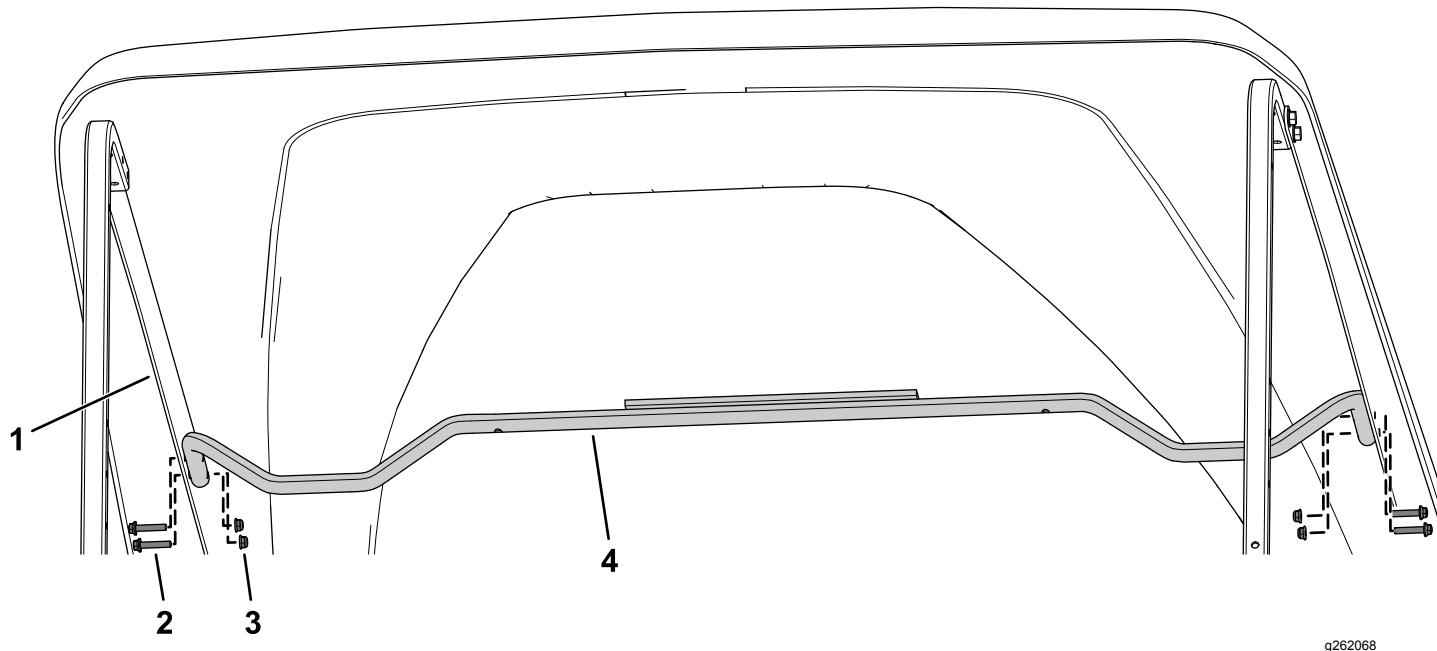

Figura 19
2. Fissate il tubo di supporto del tettuccio alle staffe di supporto del tettuccio lungo utilizzando 4 bulloni a testa flangiata ($\frac{1}{4}$ " x $1\frac{1}{4}$ ") e 4 dadi di bloccaggio ($\frac{1}{4}$ ") come illustrato nella Figura 19.